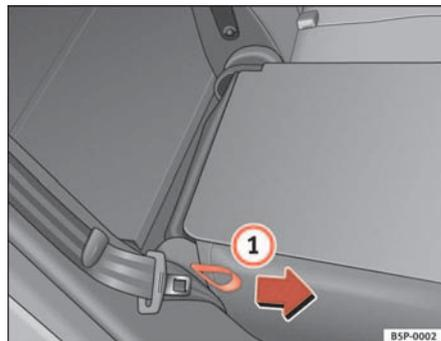

Fig. 98 Ribaltamento in avanti o all'indietro dello schienale dei sedili posteriori
- Tirare la maniglia flessibile posta nella parte laterale del sedile ⇒ fig. 98 ①